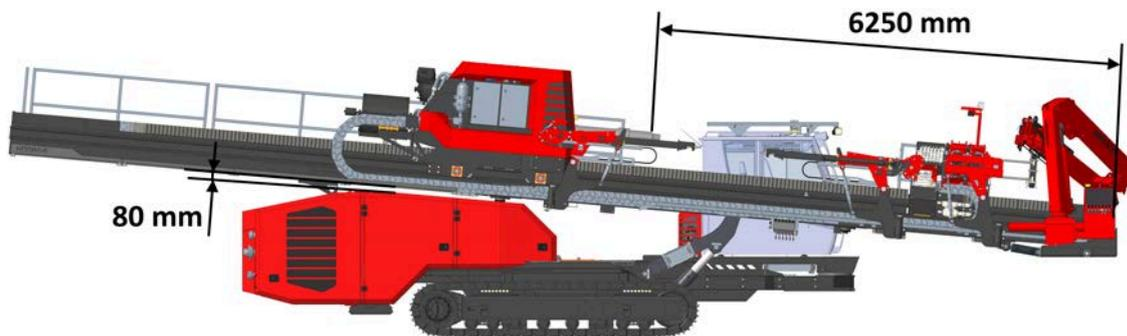

Abb. 7-8: Fahrposition
6. Bewegen Sie den Vorschubschlitten in die gezeigte Position (siehe *Abb. 7-8 Fahrposition Seite 78*).
14. Bewegen Sie den Mast in Fahrposition (siehe *Abb. 7-8 Fahrposition Seite 78*):
- Siehe *Abb. 7-8 Fahrposition Seite 78*
7. Bewegen Sie den Vorschubschlitten in die gezeigte Position (siehe *Abb. 7-8 Fahrposition Seite 78*), falls noch nicht geschehen.